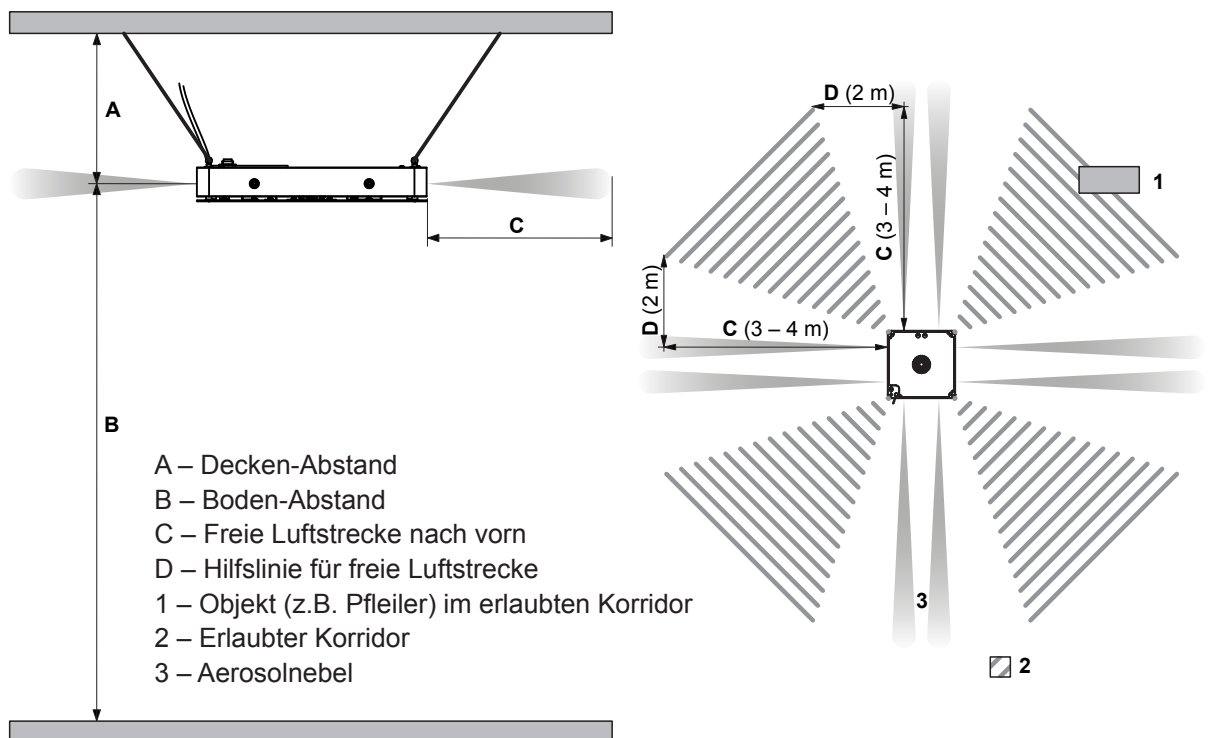

Abb. 18: Platzierung der Vernebler Condair Vita Stream
- Nach vorn sollte der Luftraum in einem Winkel von 360° und einer Entfernung von 4 m frei sein. (Weitere Hinweise hierzu siehe Abb. 18).